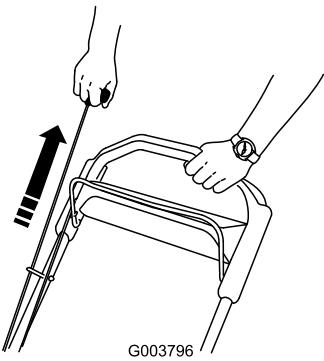

Figure 19
- Tirez la poignée du lanceur à la position de marche (Figure 19).